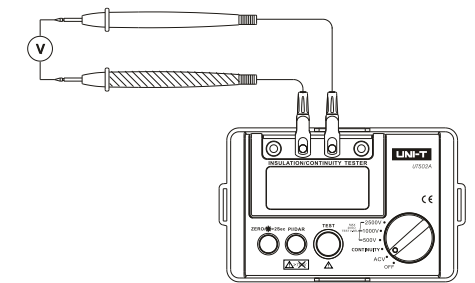

Рисунок 1
8. ИЗМЕРЕНИЕ ПЕРЕМЕННОГО НАПЯЖЕНИЯ (см. Рисунок 1)